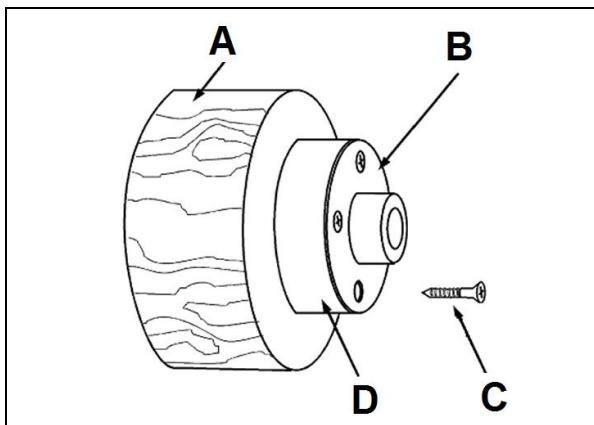

Fig 15
Fixer la pièce à usiner (A, Fig. 15) avec 4 vis à bois (C) par derrière directement sur le plateau circulaire. Bien choisir les vis. Des vis trop longues débordent dans la zone de travail et des vis trop courtes ne garantissent pas une bonne fixation.